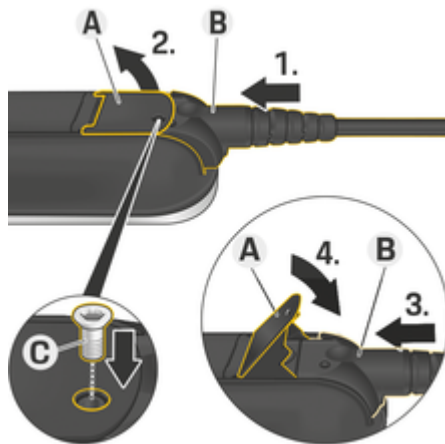

Bild 79 Fästa kabeln och fixera kontakten
- ✓ Spaken **A** (Bild 79) är stängd.
- 1. Skjut in kontakten **B** (Bild 79) till det första motståndet i manöverenheten.
- 5. Skruva fast kontakten **B** med skruven **C** (Bild 79) på manöverenheten.